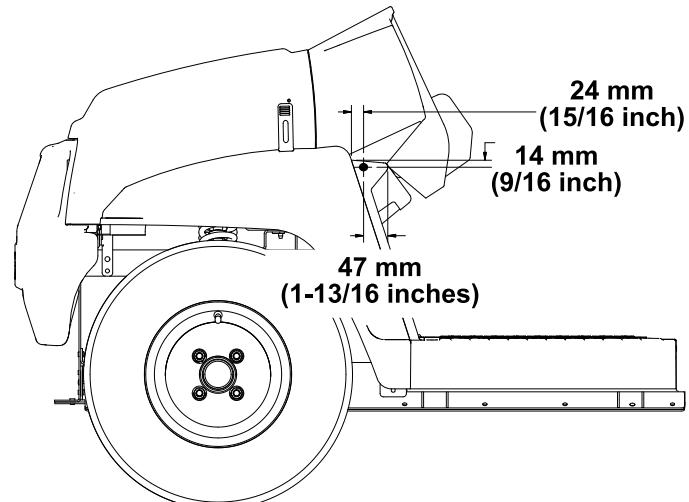

图2
2. 使用图2 中所示的尺寸在机器左右侧的脚踏板外侧钻 1 个孔 5/16 英寸。